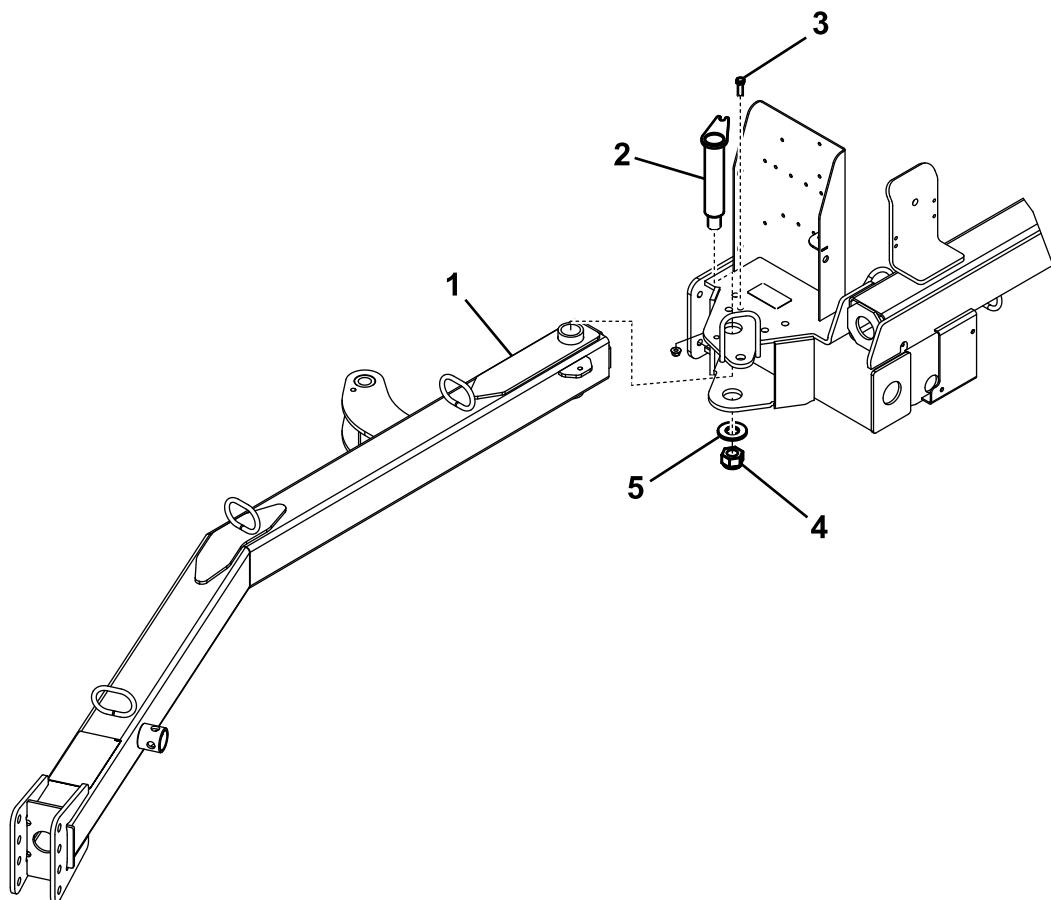

Рисунок 3
1. Вставьте задний конец буксировочной штанги между монтажными пластинами на машине, совмещая монтажные отверстия (Рисунок 3).
2. Проденьте палец сцепного устройства через монтажные пластины и буксировочную штангу (Рисунок 3).
3. Зафиксируйте верхнюю часть пальца сцепного устройства в монтажной пластине с помощью болта ($\frac{3}{8}$ x 1¼ дюйма) и контргайки ($\frac{3}{8}$ дюйма), как показано на Рисунок 3.
4. Зафиксируйте нижнюю часть пальца сцепного устройства с помощью большой шайбы и большой гайки (Рисунок 3).